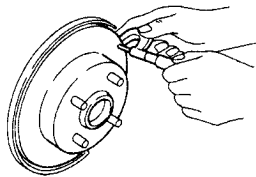

Рис. 9.15 Проверьте толщину диска (См. Раздел 6)
3. Если толщина диска не меньше минимально допустимой, поверхность диска можно обточить (См. Рис. 9.15).